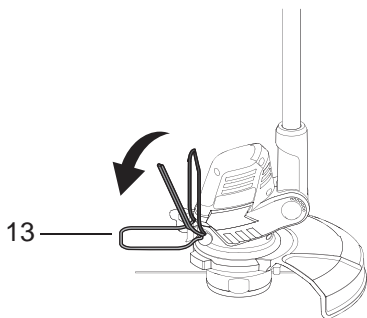

Fig.2
- > Coloque el protector de plantas (13) en la posición de trabajo (Fig.2).
- > Si el protector de plantas (13) no es necesario, puede ser levantado otra vez (posición de estacionamiento).